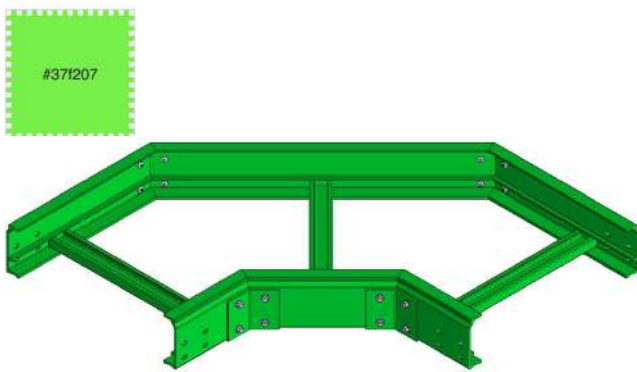

Рис. 2
2. Кабельные системы для прокладки трасс КИП/АСУиТП RAL 6038 (#37f207) Зеленый шартрёза (Рис. 2).